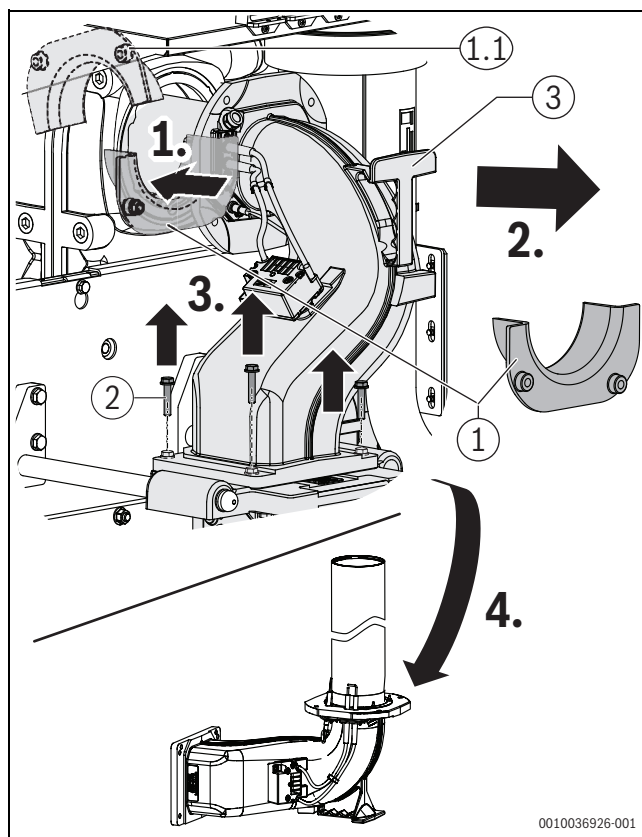

Fig. 56 Retirar coletor de mistura com tubo do queimador e pousar
- Montar o meio de ajuda de introdução. O meio de ajuda de introdução está pendurado na chapa de cobertura quando a entrega (→fig. 56).
- Retirar o coletor de mistura com tubo do queimador e colocá-lo firmemente sobre a área de colocação e protegê-lo da sujeira e danos (→fig. 56).
- ▶ Retirar cuidadosamente o queimador na sua totalidade e colocá-lo firmemente sobre a área de colocação do coletor de mistura [3] (→fig. 56) e proteger contra danos.